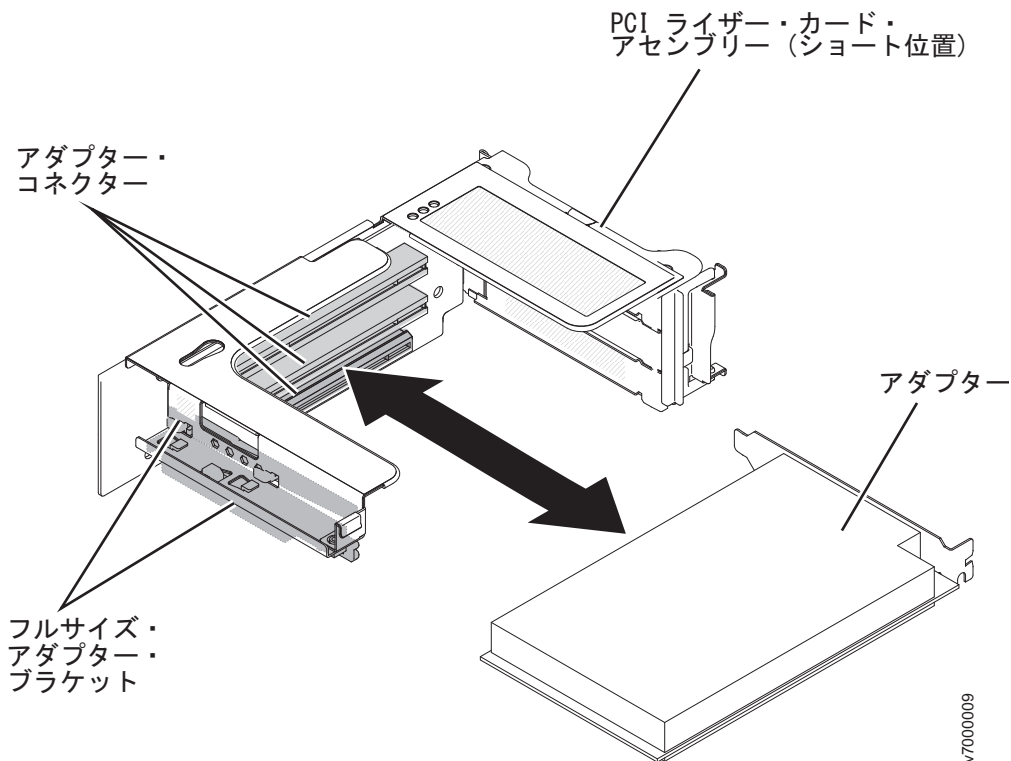

図 252. PCI コネクターへのアダプターの挿入
1. 図 252 に示すように、アダプターを拡張スロットに取り付けます。